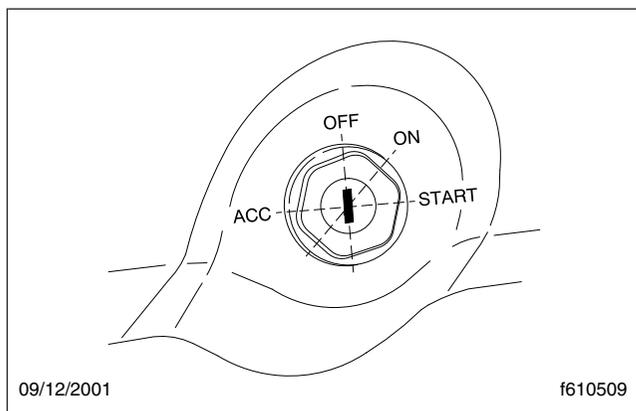

Figura 19.10, Posiciones del interruptor de ignición
4. Asegúrese de que el control de cambios de la transmisión esté en neutro (N), en la marcha de estacionamiento (P), o en la posición del freno de estacionamiento (PB).
5. Sin arrancar el motor, gire la llave de la ignición a la posición de encendido (ON) (**Figura 19.10**). Los medidores electrónicos de la ICU (unidad de control de instrumentos) hacen un recorrido completo de sus diales y vuelven a cero, las luces de advertencia e indicadores se iluminan, y el zumbador suena por tres segundos.